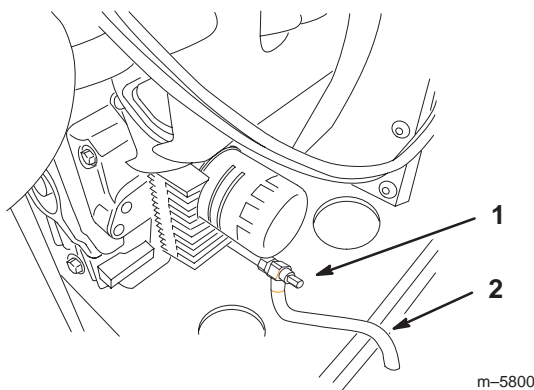

Figure 39
- Placez le flexible sur le robinet de vidange pour diriger l'huile dans le bac de vidange (Fig. 39).
- Placez un bac sous le flexible de vidange. Tournez le robinet de vidange d'huile pour permettre à l'huile de s'écouler (Fig. 39).
- Enlevez le flexible de vidange. Rangez le flexible dans un endroit où vous pourrez le retrouver facilement lorsque vous en aurez besoin (Fig. 39).